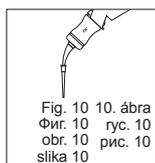

Fig. 10. 10. ábra
c) Поместите кончик насадки глубоко в подготовленный канал и начинайте выдавливать замешанный материал в течение 45 секунд от начала замешивания. В процессе выдавливания материала держите кончик насадки погруженным в материал во избежание образования пузырьков воздуха (Рис. 10).
Фиг. 10. 10. рис. 10
obr. 10. 10. рис. 10